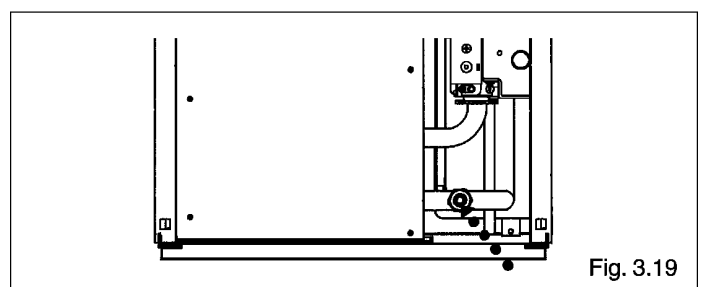

Fig. 3.19
- присоедините резиновый шланг к штуцеру сливного крана и откройте кран (рис. 3.19).